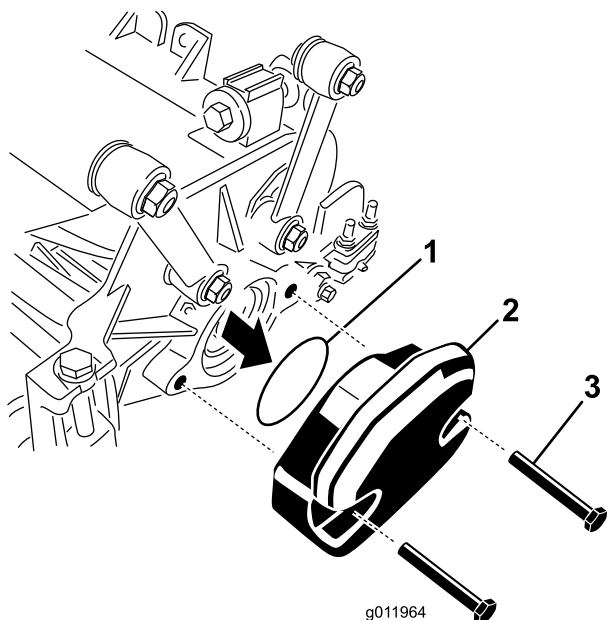

Figure 6
1. Sur le plateau de coupe n° 3, retirez les 2 vis qui fixent le contrepoids à l'extrémité gauche du plateau de coupe et déposez le contrepoids (Figure 6).